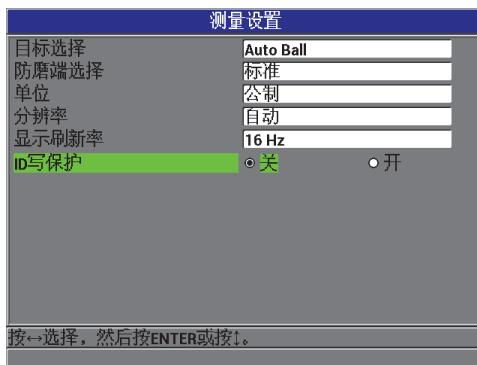

图 6-1 测量设置屏幕
1. 在仪器显示测量屏幕时，按 [设置菜单] 键，然后选择 **测量**，显示 **测量设置**屏幕（参见第 94 页的图 6-1）。